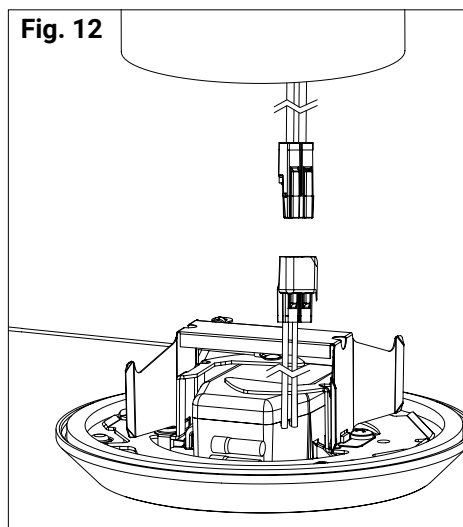

Fig. 12
4. Plug orange connector on SLD into the orange connector on Edison screw base adapter (Fig. 12).
3. Plug orange connector on SLD into the orange connector in housing (Fig. 12).
4. Raccordez le connecteur orange du boîtier de module DEL SLD au connecteur orange de l'adaptateur du culot à vis (Fig. 12).
3. Branchez le connecteur orange sur le module à DEL SLD dans le connecteur orange du boîtier (Fig. 12).
4. Enchufe el conector naranja al módulo de lámparas con LED SLD en el conector naranja del adaptador para base atornillable (Fig. 12).
3. Una el conector naranja en la serie del módulo LED SLD con el conector naranja del alojamiento (Fig. 12).